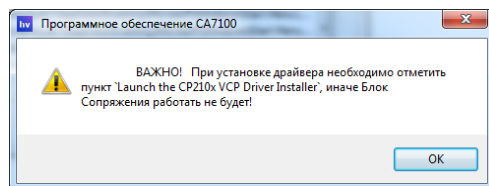

Рисунок 8.6
5) На экране появится сообщение (рисунок 8.6). Щелкнуть по кнопке **OK**.